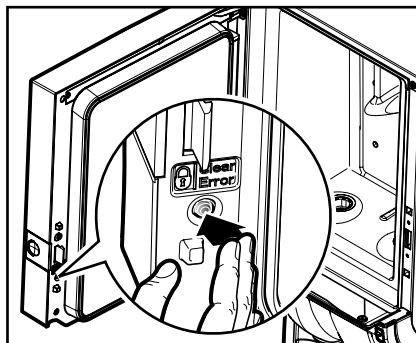

Bild 22
2. Tryck på knappen LÅS/Clear-Error för att blockera serveringsfunktionen (bild 22).
1. Tryck en gång till på knappen LÅS/Clear-Error för att låsa upp serveringsfunktionen igen (bild 22).